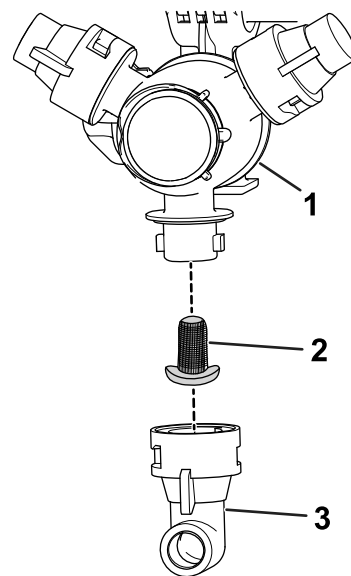

Bild 91
2. Nehmen Sie die Düse vom Sprühdrehkreuz ab (Bild 91).
3. Entfernen Sie den alten Düsenfilter (Bild 91).
4. Setzen Sie den neuen Düsenfilter ein (Bild 91).
5. Setzen Sie die Düse auf das Sprühdrehkreuz auf (Bild 91).